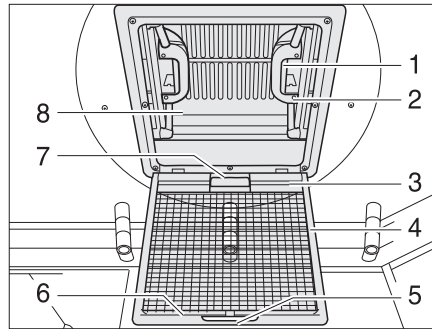

Bild 45 Taklucka med snäpplås
- Drag i handtaget (Bild 45,5).
- Fäll ned insektsskyddet (Bild 45,4).
- Tryck snäpplåset (Bild 45,1) mot takluckans insida (Bild 45,8). Tryck samtidigt takluckan uppåt med handtaget (Bild 45,2).
- Fäll upp insektsskyddet (Bild 45,4) så att det hakar i.
- Drag kraftigt ner takluckan (Bild 45,8) med hjälp av båda handtagen (Bild 45,2) så långt, att snäpplåsen (Bild 45,1) går i lås.
- Drag mörkläggningsrullgardinen (Bild 45,1) i handtaget (Bild 45,7) och haka i kroken (Bild 45,3) i listen på insektsskyddet.
- Lossa handtaget (Bild 45,3) från fästlisten (Bild 45,6) och för långsamt tillbaka mörkläggningsrullgardinen.